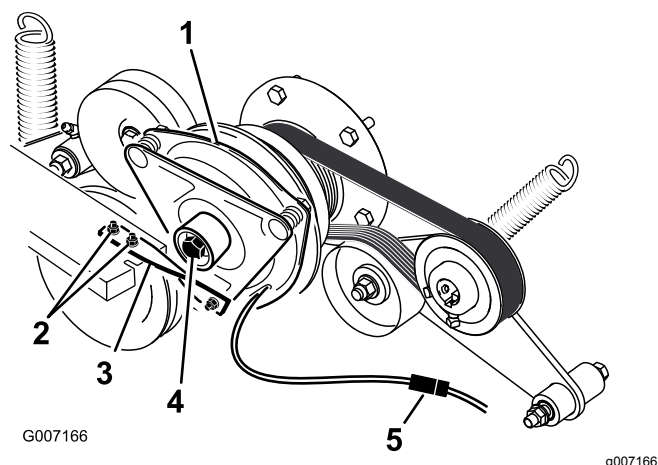

Figure 82
6. Débranchez la connexion électrique de l'embrayage (Figure 82).
7. Déposez les 2 boulons qui fixent la barrette d'embrayage en caoutchouc au cadre du plateau de coupe (Figure 82).
8. Déposez le boulon central de fixation de l'embrayage à l'arbre du moteur, et déposez l'embrayage et la clavette (Figure 82).
15. Tout en maintenant le vilebrequin à l'arrière de la machine, posez le boulon central et serrez-le à 68 N·m (Figure 82).
16. Fixez la barrette d'embrayage en caoutchouc sur le cadre du plateau de coupe au moyen des 2 boulons et écrous retirés précédemment (Figure 82).
18. Branchez la connexion électrique de l'embrayage (Figure 82).